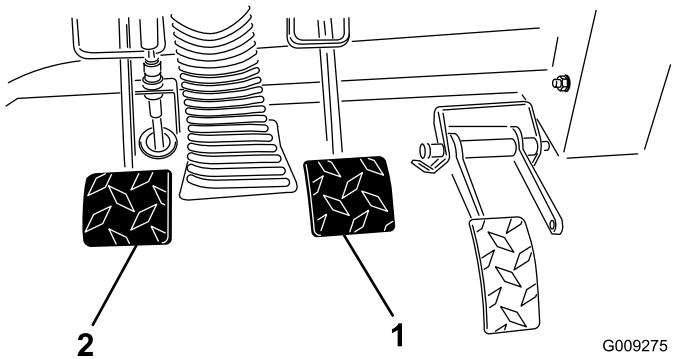

Bild 70
2. Heben Sie das Bremspedal an (Bild 70), bis es den Rahmen berührt.
3. Lösen Sie die Sicherungsmuttern, mit denen das Joch an der Hauptzylinderwelle befestigt ist (Bild 70).